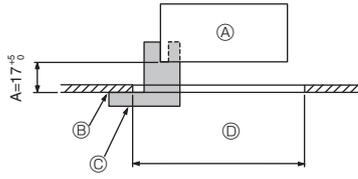
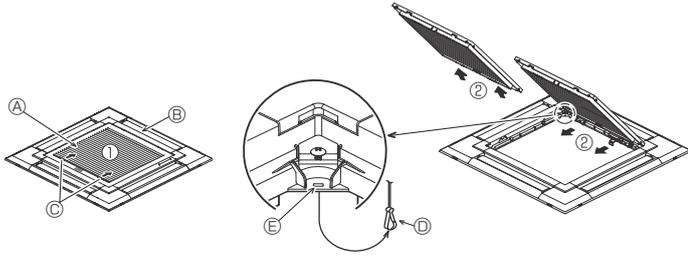
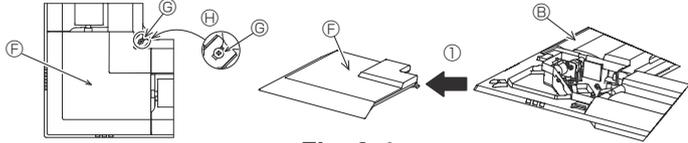

Fig. 9-2
Fig. 9-3
Fig. 9-4
①	Izgara	1	950 × 950 (mm)
②	Geyç	1	(dört bölmeli)
③	Vida (4 × 16)	1	PLP-6EAE, PLP-6EALME için
④	i-see sensor köşe paneli	1	PLP-6EAE, PLP-6EALME için
⑤	Kablosuz uzaktan kumanda	1	PLP-6EALM, PLP-6EALME için
⑥	Uzaktan kumanda yuvası	1	Ürünle birlikte uzaktan kumanda sağlandığında bulunur.
⑦	LR6 AA pil	2	Ürünle birlikte uzaktan kumanda sağlandığında bulunur.
⑧	3,5 × 16 kılavuz vida	2	Ürünle birlikte uzaktan kumanda sağlandığında bulunur.
9.2. Izgarayı takma hazırlığı (Fig. 9-2)
- Bu kit ile birlikte verilen geyci ② kullanarak ünitenin tavana göre konumunu ayarlayınız ve kontrol ediniz. Eğer ünite tavana göre doğru yerleştirilmezse hava geçirebilir veya kondansasyon birikmesine imkan verebilir.
- ① Ana ünite
- ② Tavan yüzeyi
- ③ Geyç ② (ünite içine sokulu)
- ④ Tavan deliğinin boyutları
9.2.1. Hava giriş izgarasının çıkarılması (Fig. 9-3)
- Hava giriş izgarasını açmak için kolları okla ① gösterilen yönde itiniz.
- Hava giriş izgarası "açık" durumda iken hava giriş izgarasının menteşesini okla ② gösterilen şekilde izgaradan ayırın.
9.2.2. Köşe panelinin çıkarılması (Fig. 9-4)
- Köşede bulunan 4 vidayı gevşetin. Köşe panelini çıkarmak için köşe panelini şekildeki ① numaralı okla gösterilen şekilde itin.
[Fig.9-3] [Fig.9-4]